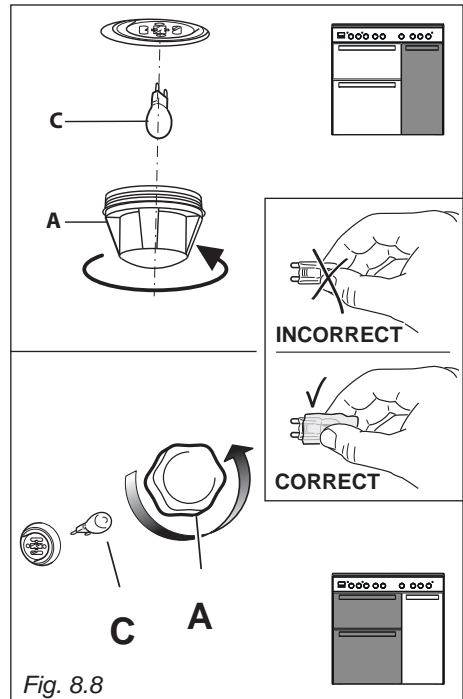

Fig. 8.8
- Retirez le couvercle de protection "A" (fig. 8.8).